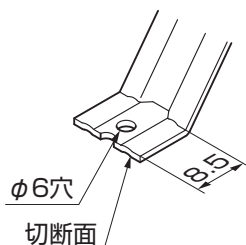

図4-6
- ②タイツフレーム (中間用) にφ6 の穴加工をしてください。(図 4-6 参照)
- ④タイツフレームの切断面にはタッチアップしてください。(図 4-6 参照)